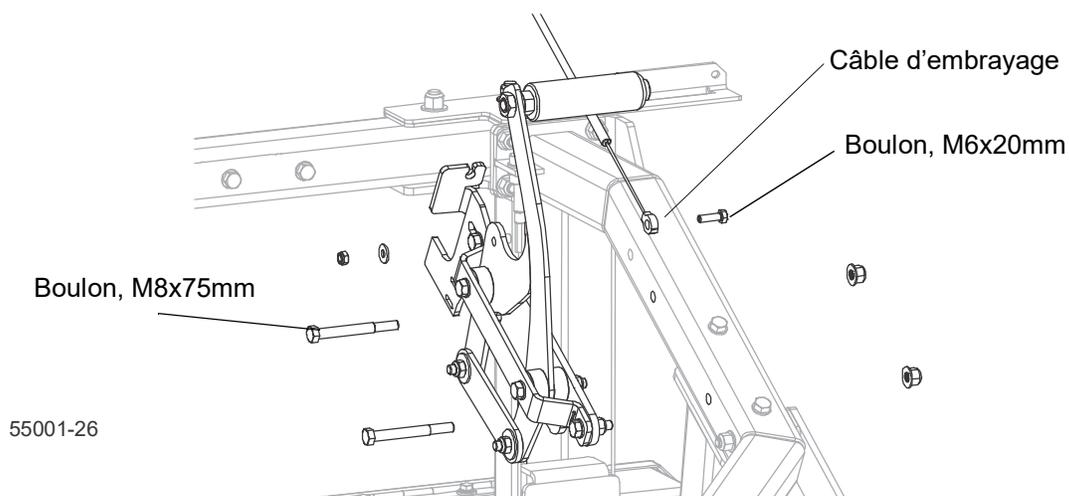

FIG. 3-37
1. Fixez l'ensemble du levier d'embrayage comme indiqué sur la fig. 3-37.